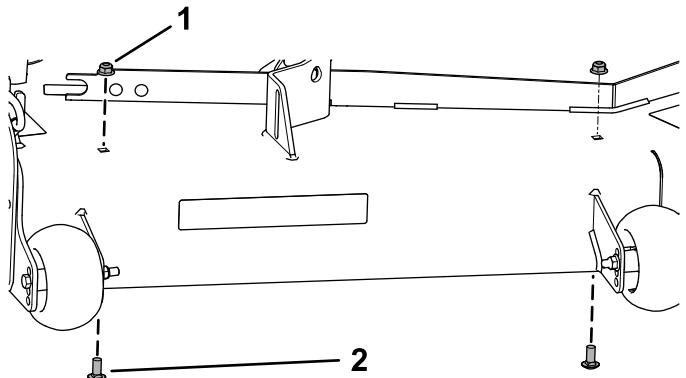

Figura 15
- Rimuovete i 2 dadi flangiati preesistenti ($\frac{3}{8}$ ") e i 2 bulloni a testa tonda ($\frac{3}{8}$ " x $\frac{7}{8}$ ") dal piatto di taglio (Figura 15).